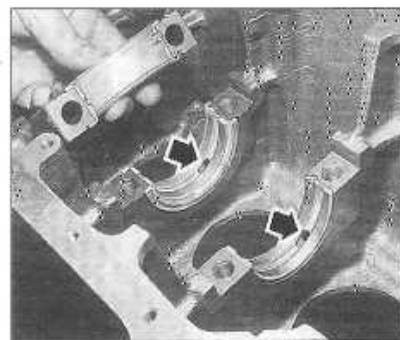

FIGURE 1-31
- Mettre en place les cales de réglage du jeu axial de vilebrequin autour des demi-coussinets du palier n°3. Placer les cales avec 2 ergots internes dans le bloc-cylindres puis celles avec un ergot externe sur le chapeau (figure 1-31).